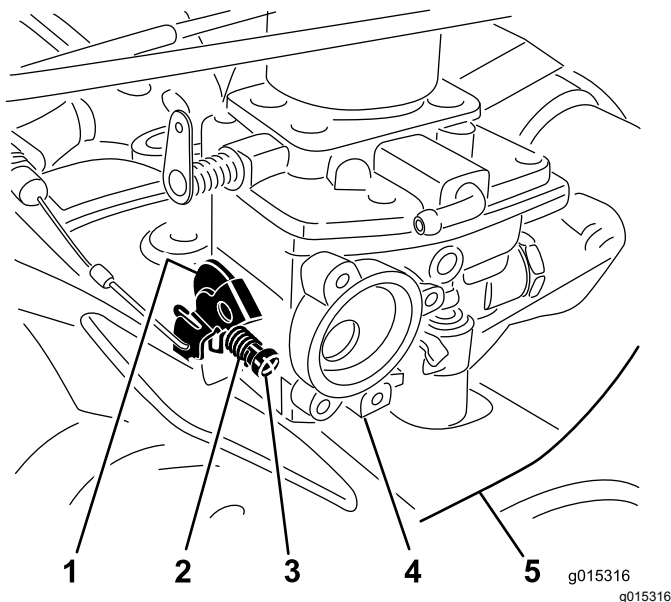
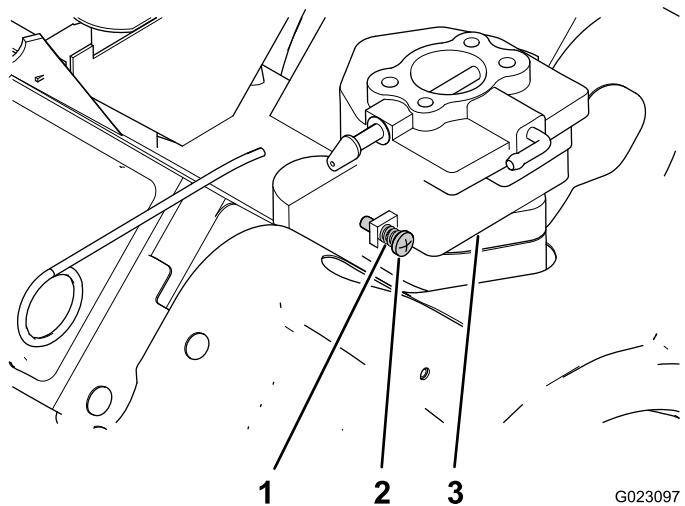

Figure 7
Figure 8
9. **Pour les MDX uniquement :** Placez la vis de ralenti et le ressort sur le carburateur au niveau du levier de papillon (**Figure 7**).
10. Serrez la vis dans la butée de papillon dans le sens horaire jusqu'à ce qu'elle rencontre le levier de papillon, puis serrez-la encore d'un tour (**Figure 7**).
2. Réglez la vis de ralenti pour obtenir un régime de ralenti de 1 050 à 1 150 tr/min (**Figure 7** et **Figure 8**).